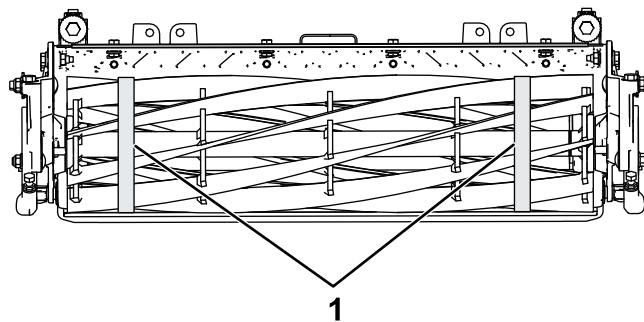

Bild 28
3. Messen Sie mit einem Durchmesser-Messband den Außendurchmesser der Spindel an beiden Enden (Bild 28); der Unterschied im Außendurchmesser zwischen den Enden sollte weniger als 0,25 mm betragen. Wenn die Differenz größer ist, schleifen Sie die Spindel, um die Differenz zu korrigieren.